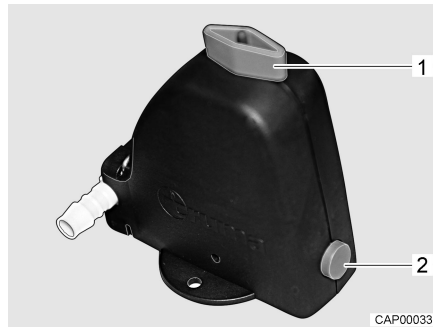
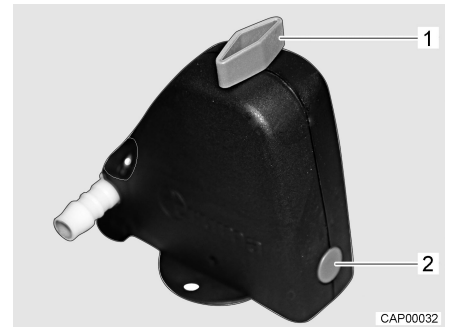

Fig. 80 Valve de sécurité et de vidange ouverte
Fig. 81 Valve de sécurité et de vidange fermée
- Fermer la valve de sécurité et de vidange. Tourner pour cela le bouton rotatif (Fig. 80,1) dans le sens transversal par rapport à la valve de sécurité et de vidange et enfoncer le bouton-poussoir (Fig. 80,2). La valve de sécurité et de vidange fermée est représentée à la Fig. 81. Lorsque la température descend en dessous de 6 °C, la valve de sécurité et de vidange ne peut pas être fermée.